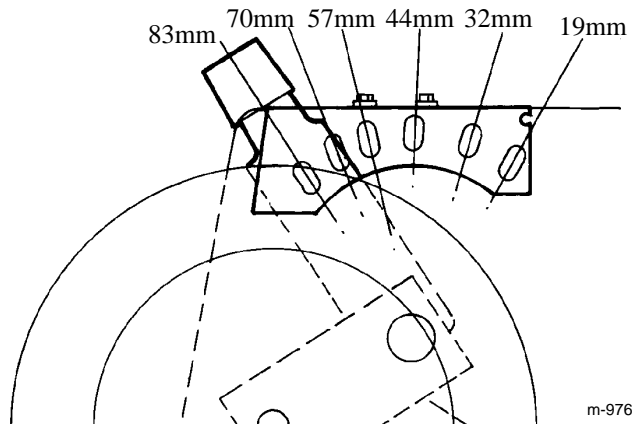

Abbildung 9
- Gras wächst zu verschiedenen Jahreszeiten mit unterschiedlicher Geschwindigkeit. Im Hochsommer ist es im allgemeinen am besten, bei der 44 mm (1-3/4"), 57 mm (2-1/4") oder 70 mm (2-3/4") Schnitthöheneinstellung zu mähen (Abb. 9). Es sollte nur ca. 1/3 des Grashalms abgeschnitten werden. Mähen unterhalb der 44 mm (1-3/4") Einstellung wird nur bei spärlichem Graswuchs oder im Spätherbst empfohlen, wenn sich der Graswuchs zu verlangsamen beginnt.
Die Schnitthöhe läßt sich von ca. 19 mm bis 83 mm ($3/4$ bis $3-1/4$ ”) in Schritten von 12,7 mm ($1/2$ ”) einstellen (Abb. 9). Wenn der Schnitthöheneinstellhebel nach vorne bewegt wird, wird die Schnitthöhe angehoben.